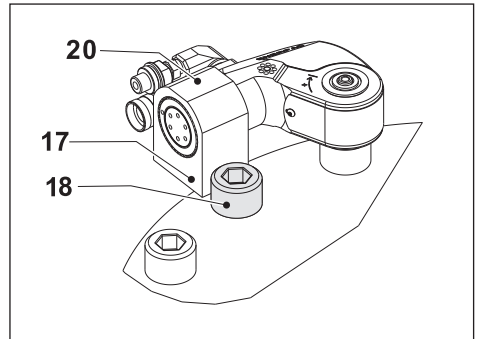
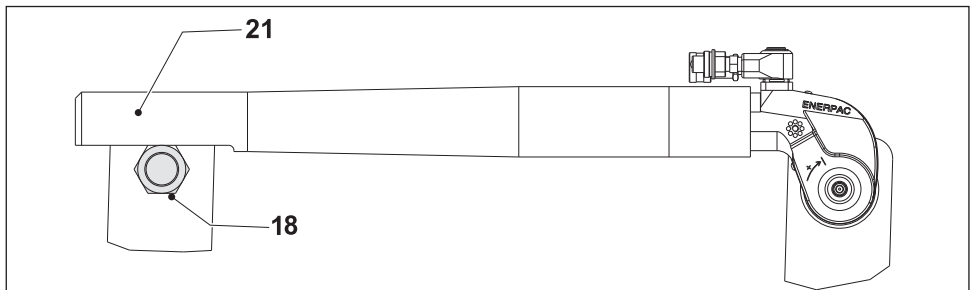

Fig. 11
Fig. 12
4.3.3 Usar um Braço de Reação Curto (fig. 11)
- Posicione a base (17) do braço de reação curto da série SRA (20) contra um ponto de reação adequado (18). O ponto de reação irá neutralizar a força causada pela operação da ferramenta.
4.3.4 Usar uma extensão do tubo de reação (fig. 12)
- Posicione a extensão do tubo de reação (21) da série RTE contra um ponto de reação adequado (18). O ponto de reação irá